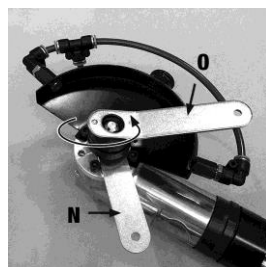

fig. 1
1. Montez la poignée latérale (F) sur l'outil de coupe humide (A). Assurez-vous que la poignée latérale est solidement fixée et sûre.
2. Supprimez la bride supérieure (J) de la broche au moyen d'une clé à ergots (O) en tenant la clé à fourche (N) sur les méplats de la broche (fig. 1).